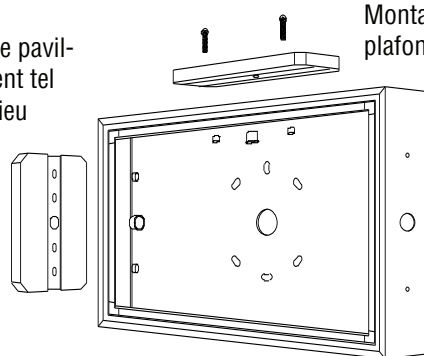

Figure 3
3. Sur le dessus et de chaque côté de l'enseigne, il y a trois (3) trous pour le pavillon – deux (2) pour les vis de montage et un (1) pour le passage des fils. Enlever les trois trous qui seront appropriés pour votre installation (Figure 3).
4. Fixer le pavillon de recouvrement à l'enseigne de sortie à l'aide des vis de 1 po et écrous à rondelle fournis, puis enclencher le raccord de plastique correspondant dans le trou de passage des fils au centre du pavillon de recouvrement (Figure 3).